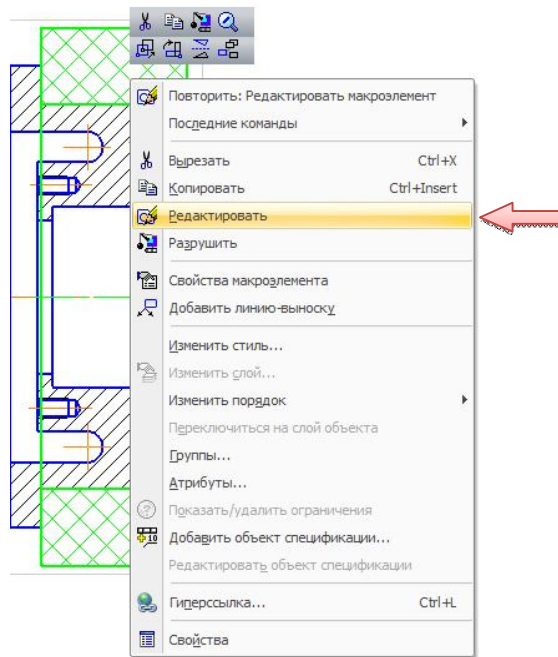

Рис. 2.21. Меню редактирования макрозлемента
- Щелкните правой кнопкой мыши на выделенном изображении и вызовите из контекстного меню команду «Редактировать»  (рис. 2.21).